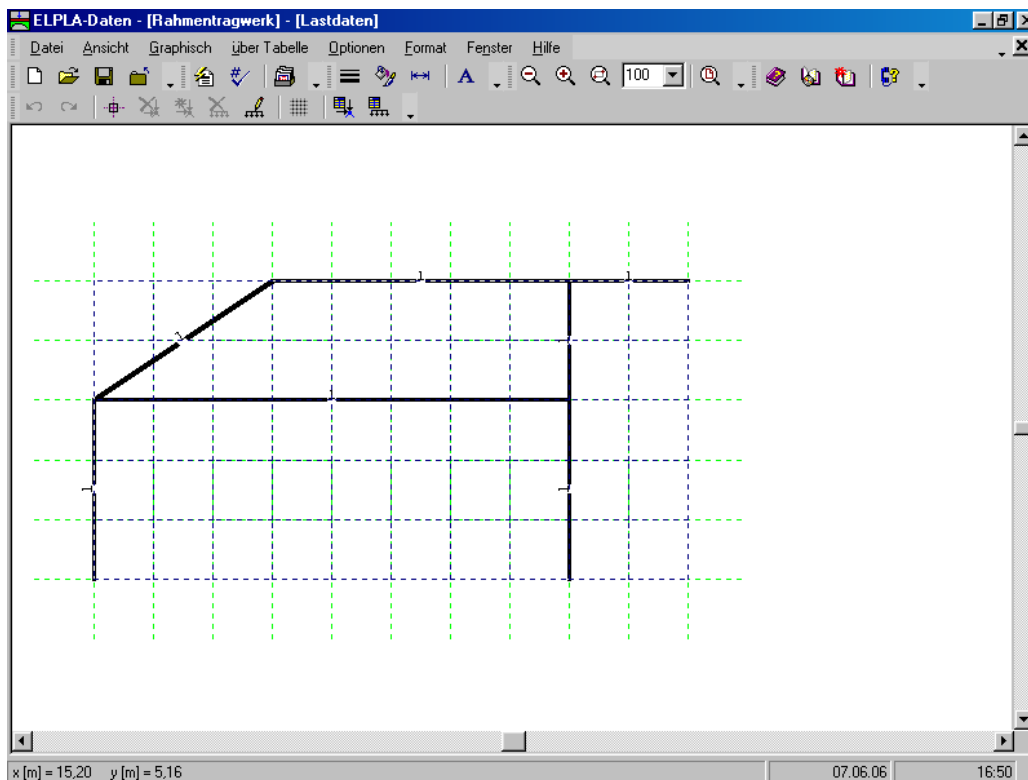

Bild 7-26 Eingebettetes Programm "Lastdaten"
- Wählen Sie den Befehl "Lastdaten" aus dem "Daten"-Menü des *ELPLA-Daten*-Fensters. Das folgende eingebettete Programm (Bild 7-26) mit den Stäben auf dem Netz erscheint
- Wählen Sie "Knoten markieren" aus dem Menü "Graphisch" im Fenster von Bild 7-26